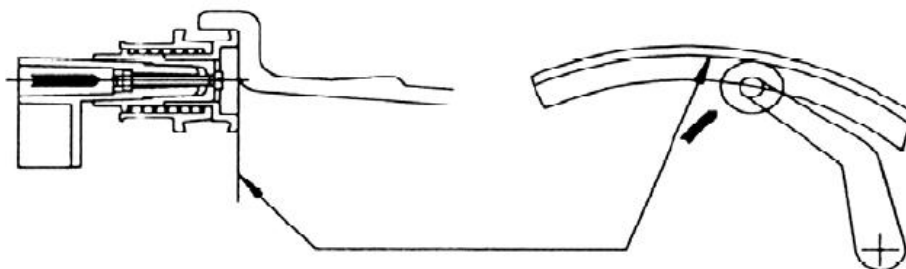

Рис.4 – РАССТОЯНИЕ + ДИАМЕТР
-Передвиньте измерительную линейку в положение для измерения, как показано на рис.4. Во время движения датчика дисплей не горит.
- Задайте, как описано для **АВТОМАТИЧЕСКОГО ИЗМЕРЕНИЯ РАССТОЯНИЕ + ДИАМЕТР** (рис.4)